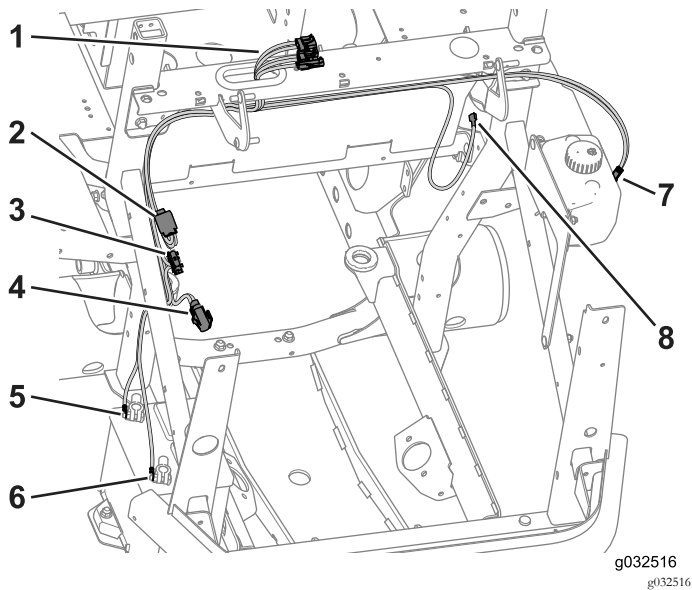

Bild 38
- Verlegen Sie die drei Kabinenanschlüsse durch die Scheibe (Bild 38).
- Verlegen Sie das Hilfsstromkabel über der Rahmenstütze und nach unten entlang des Überrollschutzrohrs zu den Bedienelementen (Bild 38).
- Verlegen Sie das Scheibenwaschanlagenkabel über der Rahmenstütze und nach unten entlang des Überrollschutzrohrs zur Scheibenwaschanlagenflasche (Bild 38).